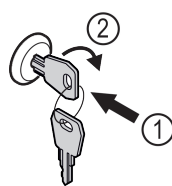

Fig. 123 Primjer izgleda
- Uvucite ključ Fig. 123 (1).
- Okrenite ključ za 90° nadesno Fig. 123 (2).